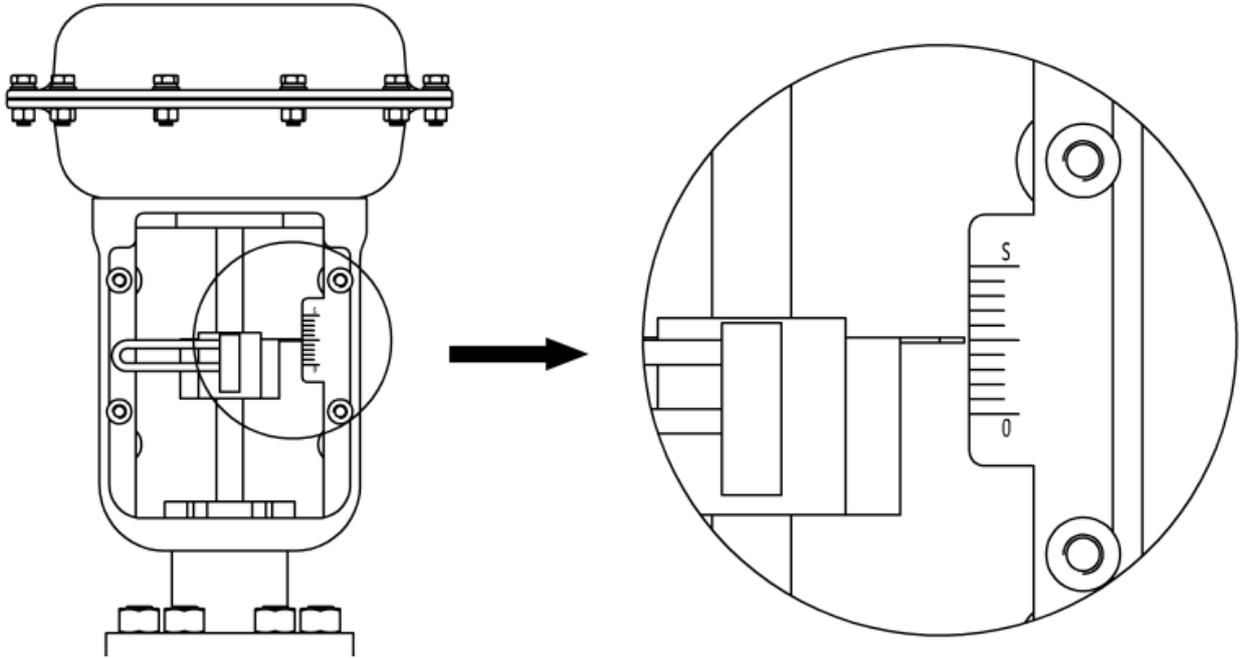

图20. 阀门行程中点
- 给阀门气缸通气，依据阀门上的行程标尺将阀位调到行程中点，如图 20 所示。